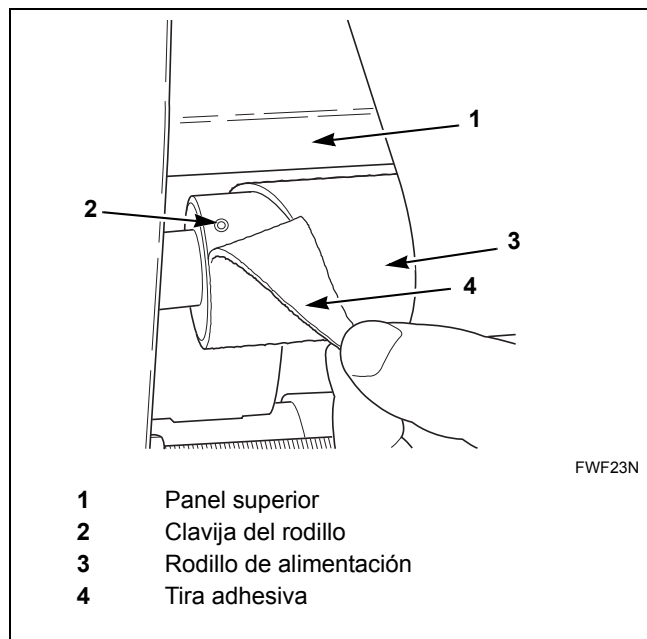

Figura 24
3. Quite la tira adhesiva del lado izquierdo del rodillo de alimentación para exponer la clavija del rodillo. Consulte la *Figura 24*.